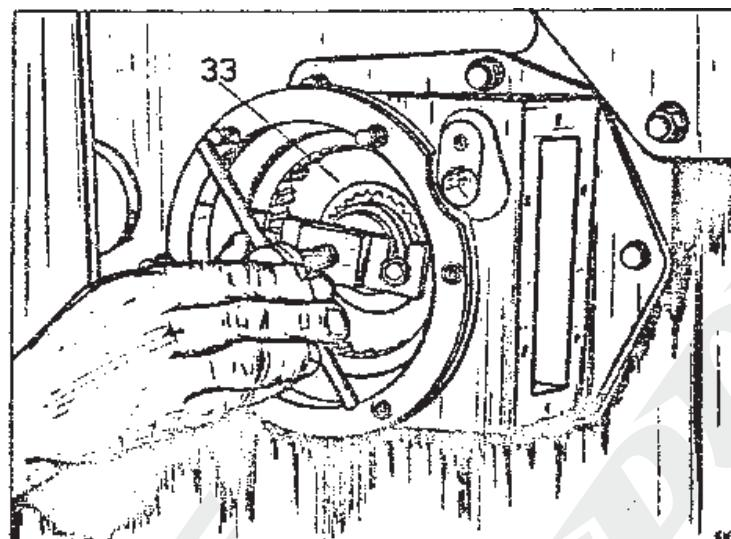

Рис. 2-23. Стягивание зубчатого диска 33 с выходного валика привода заднего моста со стороны механизма включения оси
13. Снять с валика зубчатый диск 33 с помощью съёмника /рис. 2-23/.